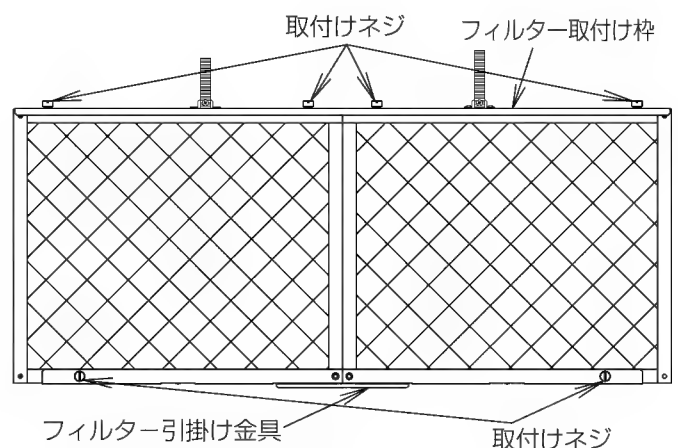

図4
3. フィルターの清掃時に取外した部品、ネジを付け忘れますとフィルター落下のおそれがあります。必ず元の位置にしっかりと取付けてください。（図4）